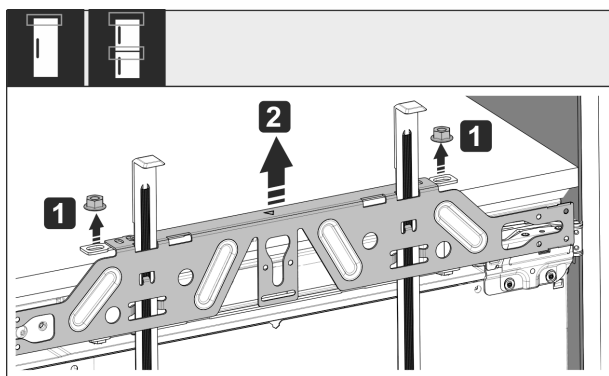

Fig. 54
- ▶ Odvijte protimatice Fig. 54 (1).
- ▶ Snemite pritrdilni prečnik Fig. 54 (2).